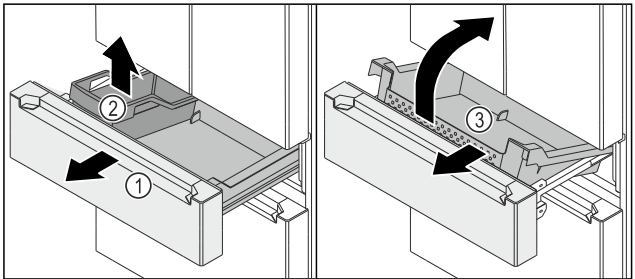

Fig. 149
- Sortir le chariot à glissière Fig. 149 (1) jusqu'en butée.
- Retirer la FlexBox Fig. 149 (2).
- Soulever l'avant du bac Fig. 149 (3).
- Retirer le bac Fig. 149 (3) par l'avant en l'inclinant.